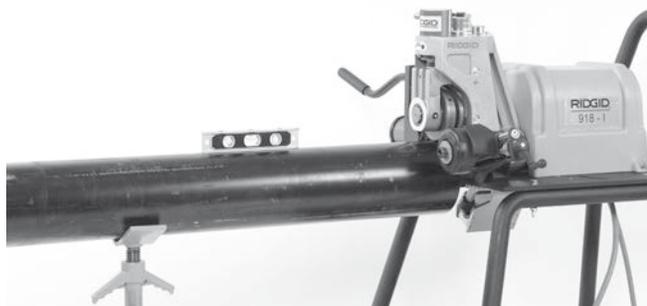

Figura 12 - Nivelar o tubo
- Mover o interruptor ON/OFF para a posição ON. Pressione e liberte o interruptor de pedal. Verifique se o rolo de ranhurar roda para a direita, de acordo com o autocolante de rotação do tubo na ranhuradora, *ver figura 12*. Mandar reparar a máquina se esta rodar no sentido errado ou se o pedal não controlar a paragem ou o arranque.
- A linha central do tubo e a linha central do veio da transmissão devem estar paralelas. Pode verificá-lo com um nível no cimo do cilindro hidráulico e no tubo. Consultar Figura 12.